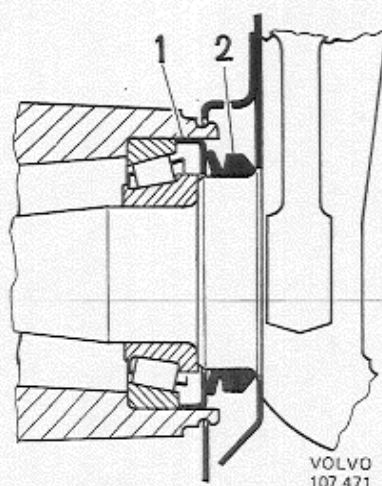
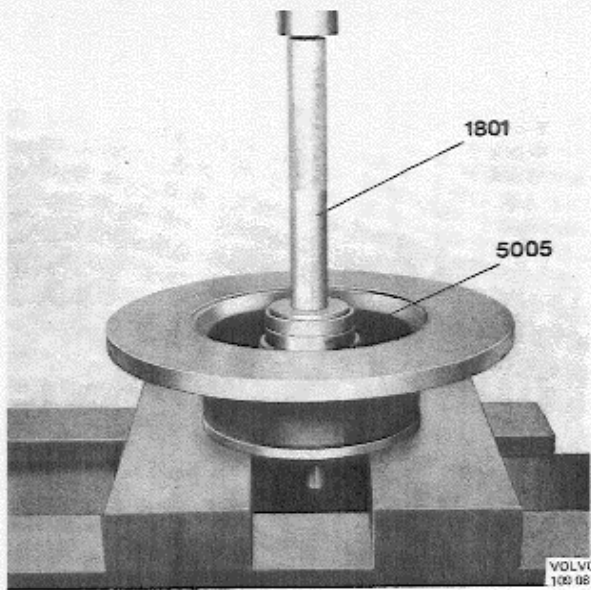

Abb. 25 Nabendichtung, spät. Ausf.
Abb. 26 Einpressen des Nabendichtringes
1. Das innere Lager in die Nabe einsetzen und den Nabendichtring bzw. die Anlaufscheibe (1, Abb. 25) bis zur Auflage am Lageraußenring mit Dorn 5005 und Standardschaft 1801 einpressen, s. Abb. 26. Filzring mit beispielsweise dünnem Motorenöl tränken (nur früh. Ausf.).
Wenn der Gummiring (2, Abb. 25) ausgebaut war, wird er von Hand auf seinen Sitz am Achsschenkel gedrückt. Er darf nicht schief sitzen.